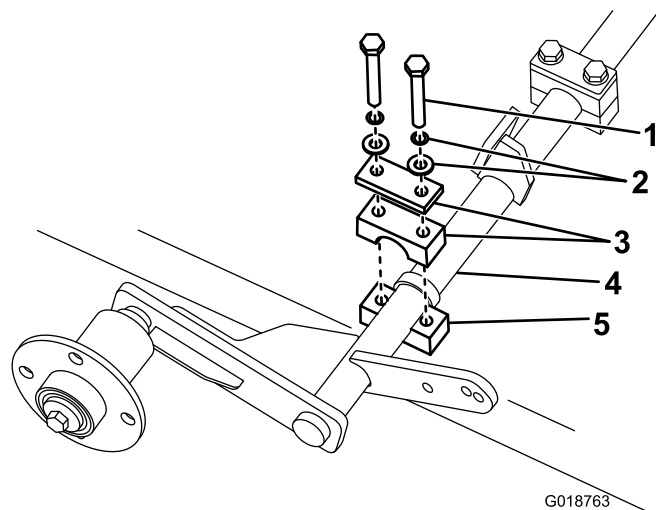

Figura 2
3. Montate la metà superiore dei morsetti e serrateli con i bulloni rimossi in precedenza. Prima di serrare completamente i bulloni, installate il pistone di sollevamento a gas (Figura 2).